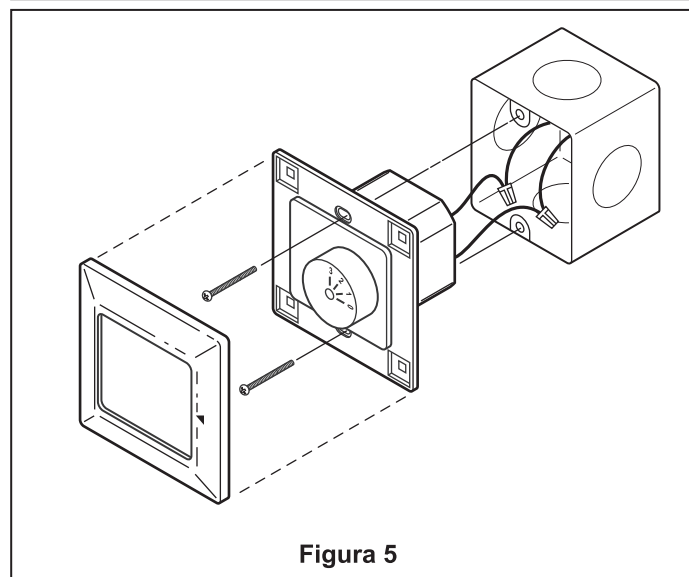

Figura 5
- ☐ 9. Fije la unidad de control de pared a la caja de distribución eléctrica con los dos tornillos de 6-32 suministrados. (Figura 5)
- ☐ 10. Fije la placa de pared al frente del control de interruptor. (Figura 5)